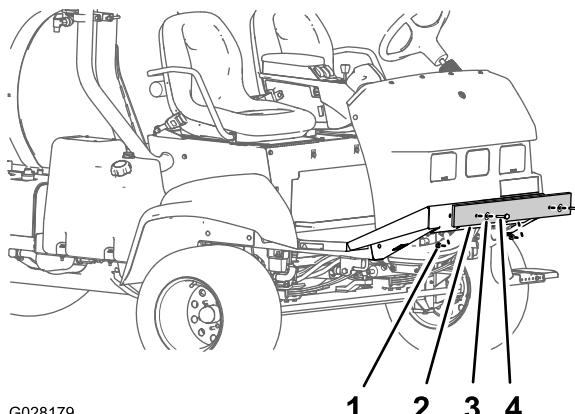

Bild 6
1. Entfernen Sie die Schrauben, Scheiben und Muttern, mit denen die Versandstoßstange an der vorderen Chassisplatte befestigt ist (Bild 6).
2. Entfernen Sie die Versandstoßstange von der Maschine (Bild 6).